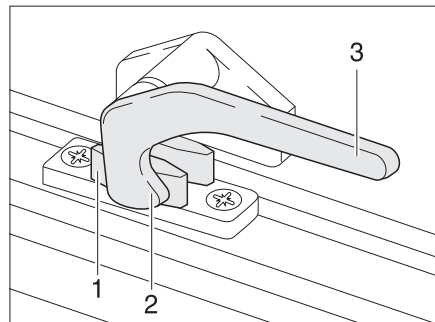

Bild 35 Verriegelungshebel in Stellung "geschlossen"
- Den Verriegelungshebel (Bild 35,3) eine viertel Umdrehung zur Fenstermitte hin drehen.
- Den Verriegelungshebel (Bild 35,3) eine viertel Umdrehung zum Fensterahmen hin drehen. Die Verriegelungsnase (Bild 35,2) liegt auf der Innenseite der Fensterverriegelung (Bild 35,1).
- in Stellung "fest verschlossen" (Bild 35).